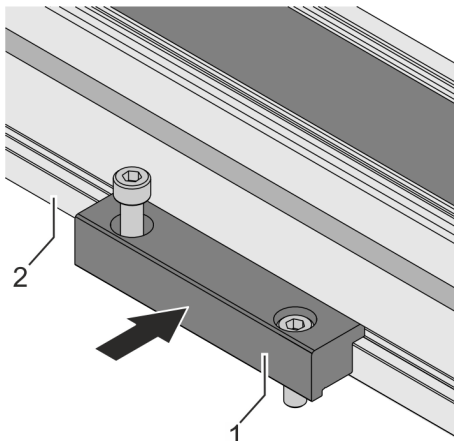

Abb. 18: Klemmleisten einsetzen
1. → Klemmleisten (Abb. 18/1) in die Nut des Führungsprofils einsetzen.
Je nach Länge der Lineareinheit müssen 2 oder mehr Klemmleisten an jeder Seite des Führungsprofils (Abb. 18/2) eingesetzt werden.